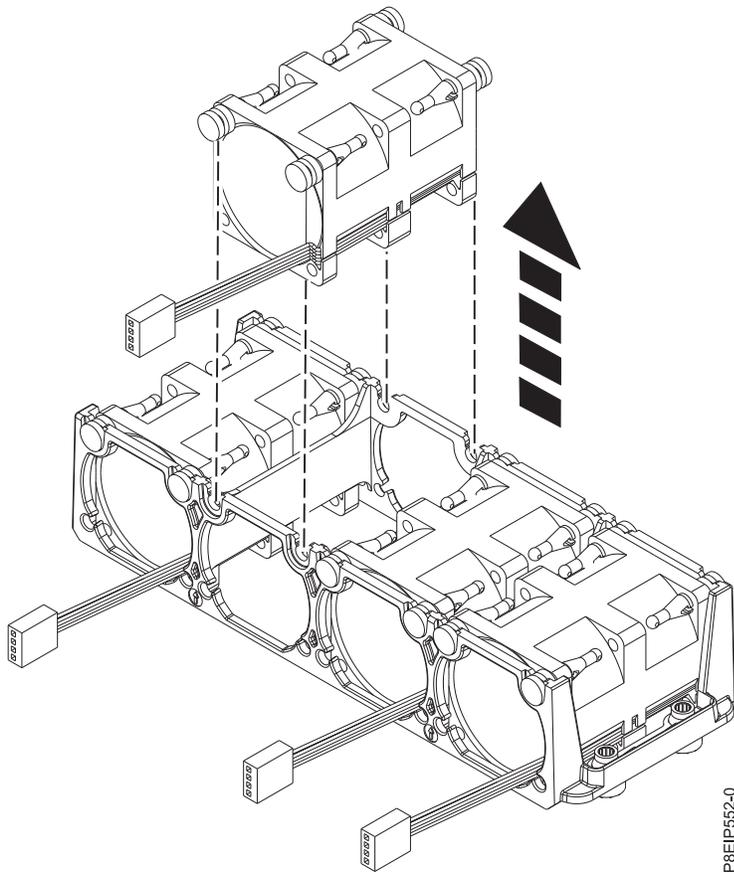

Figure 17. Retrait d'un ventilateur
3. Poussez le ventilateur vers le haut hors du support, comme indiqué dans la figure 17, à la page 21.